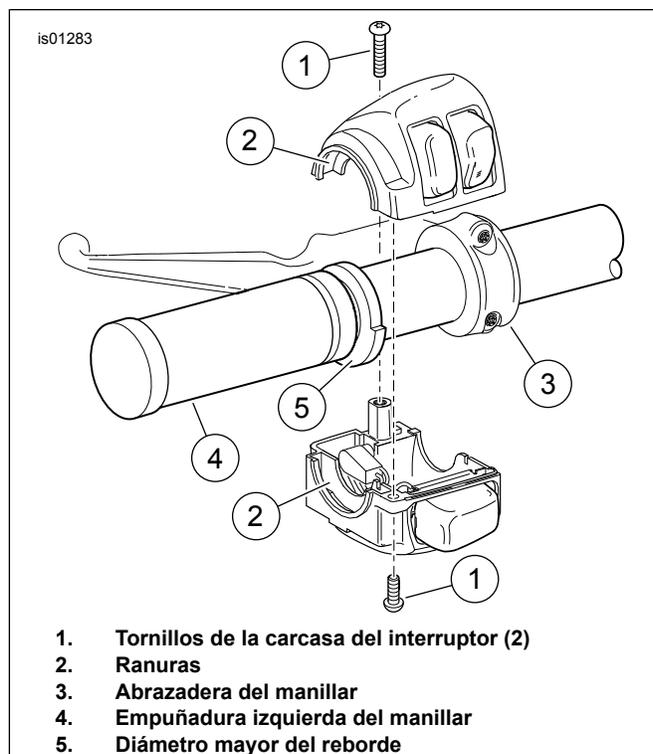

Figura 2. Caja de interruptores del manillar izquierdo
1. Consulte la Figura 2. Retire los tornillos de las carcasas superior e inferior del interruptor (1).
2. Afloje el tornillo superior que sujeta la abrazadera del manillar (3) al soporte de la palanca del embrague.